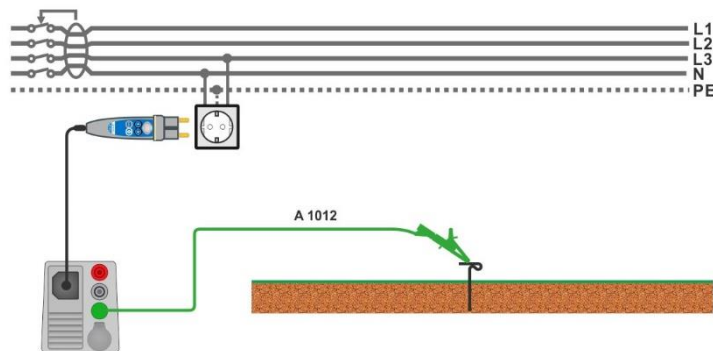

Figura 7.46: Conexión para medición de Uc(P)
- ▶ Conecte las puntas de prueba al borne P/S y el punto externo puesto a tierra (opcional), vea la **Figura 7.46**.